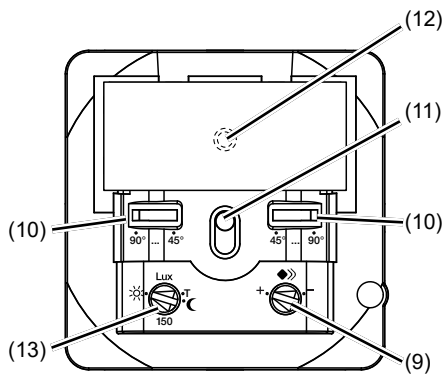

Figura 5: Elementos de operação e de regulação
- Definir modo de teste. Para isso, colocar o potenciômetro para nível de luminosidade (figura 5, 13) na posição **T**.